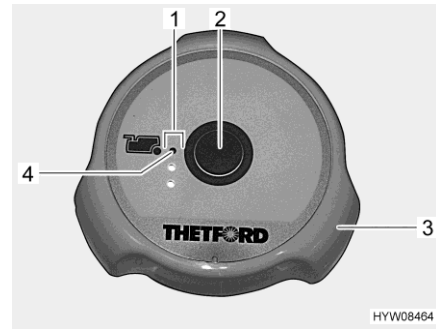

Bild 213 Spolknapp/kontrollampor (Thetford-toalett)
- Öppna spjället på Thetford-toaletten före spolning. Vrid då ratten (Bild 213,3) moturs.
- För att spola, tryck på den blå spolknappen (Bild 213,2).
- Efter spolning stängs spjället. Vrid då ratten (Bild 213,3) medurs.
Kontrollamporna (Bild 213,1) visar nivåindikeringen för latrintanken. Den röda kontrollampan (Bild 213,4) tänds när latrintanken måste tömmas.